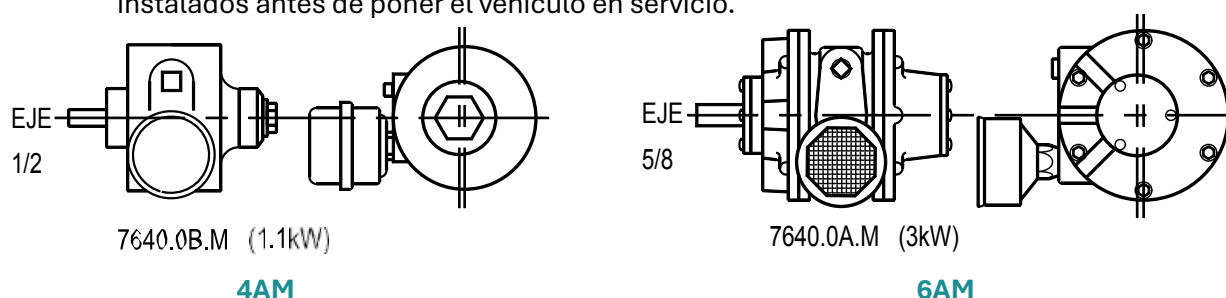

Figura 13 - Motores neumáticos
4.5.2 **Figura 13 - Motores neumáticos.**